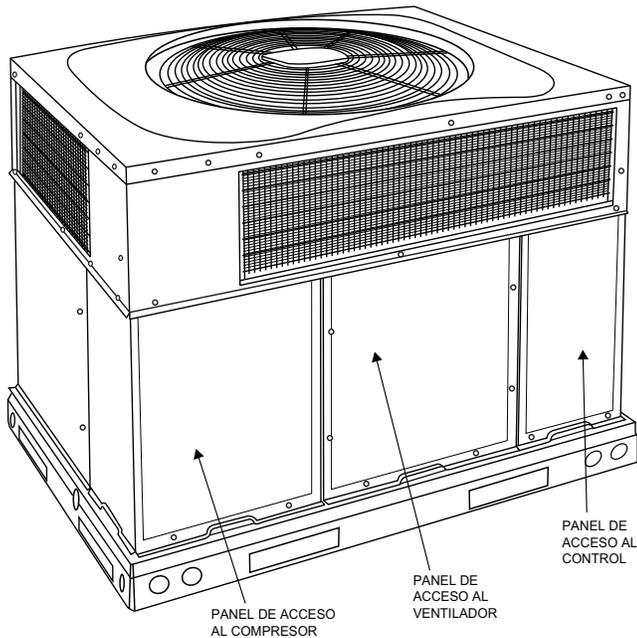

Fig. 25 – Paneles de acceso de la unidad
- a. Quite el panel de acceso del soplador (consulte la Fig. 25).
- g. Vuelva a instalar el panel de acceso del soplador (consulte la Fig. 25).
1. Quite el panel de acceso del control (consulte la Fig. 25).
Quite el panel de acceso del soplador (consulte la Fig. 25). El interruptor limitador está ubicado en la partición del ventilador.
3. Quite el panel de acceso del control (consulte la Fig. 25).
Quite los paneles de acceso (consulte la Fig. 25) para localizar todos los controles eléctricos y el cableado. Antes de trabajar o manipular cualquier componente eléctrico, asegúrese de que todos los condensadores estén correctamente descargados para evitar la posibilidad de chispas. Reemplace los componentes únicamente por las piezas especificadas por el fabricante. Otras piezas pueden provocar la ignición del refrigerante en la atmósfera debido a una fuga. Compruebe que todas las conexiones eléctricas estén apretadas. Apriete todas las conexiones con tornillos. Si se observan conexiones ahumadas o quemadas, desarme la conexión, limpie todas las piezas, vuelva a pelar el extremo del cable y vuelva a montar la conexión de forma correcta y segura.